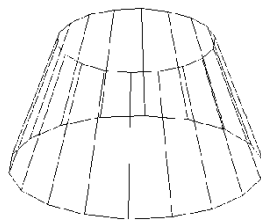

图 4-16 圆台
3. 指定半径值和高度值时，可在命令行中输入数值，或拖动光标至所需数值单击确认，绘制的台体，如图 4-16 所示。